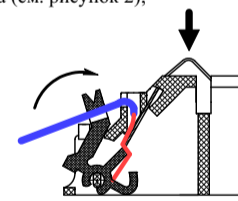

Рисунок 2
- ввести в канал провод и зафиксировать его, поджав кнопку-зажим до упора (см. рисунок 2);
– проверить надежность соединения для чего необходимо надавить на изгиб контакта, имитируя нажим датчиком (см. рисунок 2) и потянуть провод на себя;
– завести провод в паз, расположенный на кнопке-зажиме (см. рисунок 2).